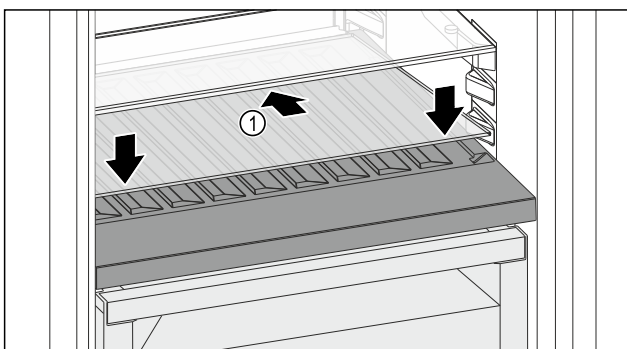

Fig. 148
- ▶ Glasplatte Fig. 148 (1) schräg und nach hinten unten geneigt ansetzen.
- ▶ Glasplatte Fig. 148 (1) vorne absinken lassen.